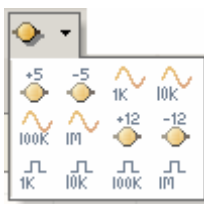

图 6.2 源工具栏
(5) 单击键盘的“Tab”键, 打开“Component Properties”对话框。
(6) 在“Designator”编辑框内输入“R1”, 在“Parameter for R? -Res2”列表中的“Value”栏中输入“7.68k”, 单击“OK”按钮, 关闭“Component Properties”对话框。
(7) 按照同样的方法, 在工作区布置参数为“14.7K”、“10K”的两个电阻和两个参数分别为 0.01uF 和 0.022uF 的电容。
(8) 单击“Utility”工具栏中的源工具按钮, 打开如图 6.2 所示的源工具栏, 在工具栏中单击“+12V”电压源工具按钮, 在工作区布置一个+12V 的电压源。